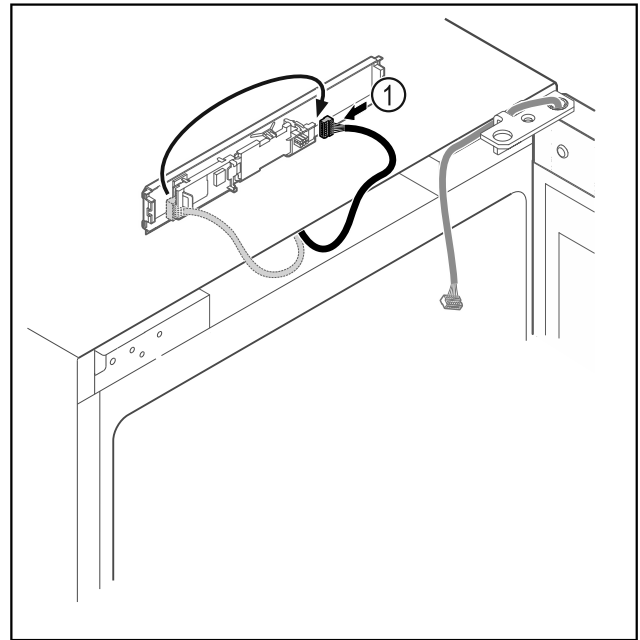

Fig. 13
- ▶ Vėl įkiškite kištuką į plokštę Fig. 13 (1).